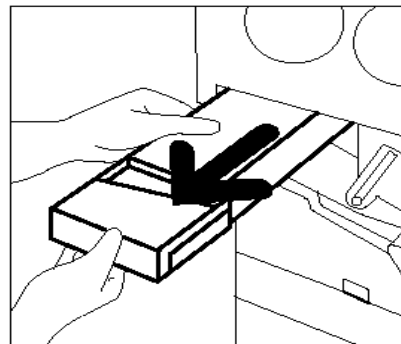

Figure 16 : Retrait du récupérateur de toner plein
- 4** Saisissez le récupérateur de toner de la main droite (voir la figure 16) et retirez-le de la machine.